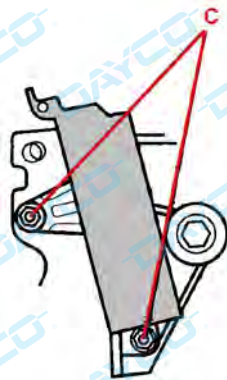

Fig. 3
- Apriete los bulones C del actuador hidráulico, si antes se ha quitado o sustituido, utilizando un par de 15 Nm (Fig. 3).